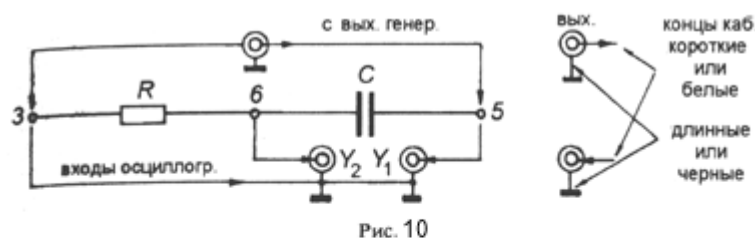

Рис. 10
1. Подключить генератор и осциллограф к участку цепи 3-5, как показано на рис. 10.